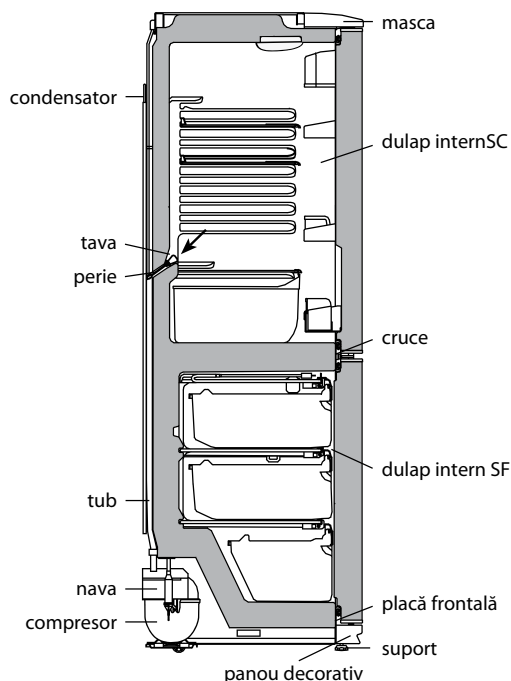

Figura 4 – Schema de eliminare a apei topite din SF
2.3.1 În SF se utilizează sistemul automat de dezghețare. Chucura, care apare pe perețele din spate a SF, se topește în ciclul de dezghețare la deconectarea compresorului și se transformă în picături de apă. Picăturile de apă topită se scurg în vas și prin gaură în țevă patrund în țeavă navei pe compresor, în conformitate cu figura 4 unde și se evaporă. În gaura tavei este instalată o perie pentru a preveni înfundarea sistemului de evaporare.
Prezența apei în tavă indică la blocarea posibilă a scurgerii apei. Pentru a elimina contaminarea trebuie a curăța cu peria gaura în tavă, astfel că apa să se scurgă fără obstacole un vas, se spală peria și se instalează în conformitate cu figura 4.
ATENȚIE! Apa, care a apărut la partea de jos a SF poate trece în interiorul secției și poate provoca coroziunea dulapului în conformitate cu figura 4 și să conducă la esirea din funcție a frigiderului.